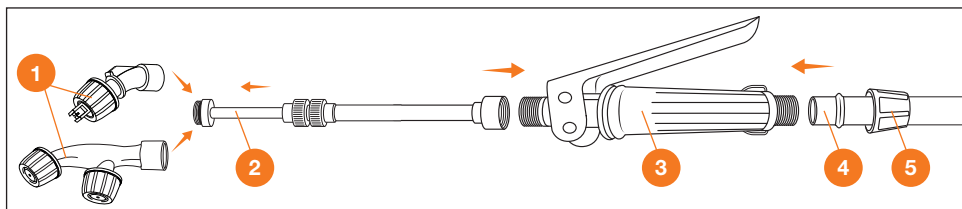

Рис. 21
- Накрутите телескопическую штангу **2** на насадку нужную форсунку **1** и зафиксируйте её (Рис. 21).
- Присоедините рукоятку управления **3** к шлангу опрыскивателя **4** и зафиксируйте гайкой **5** (Рис. 21).